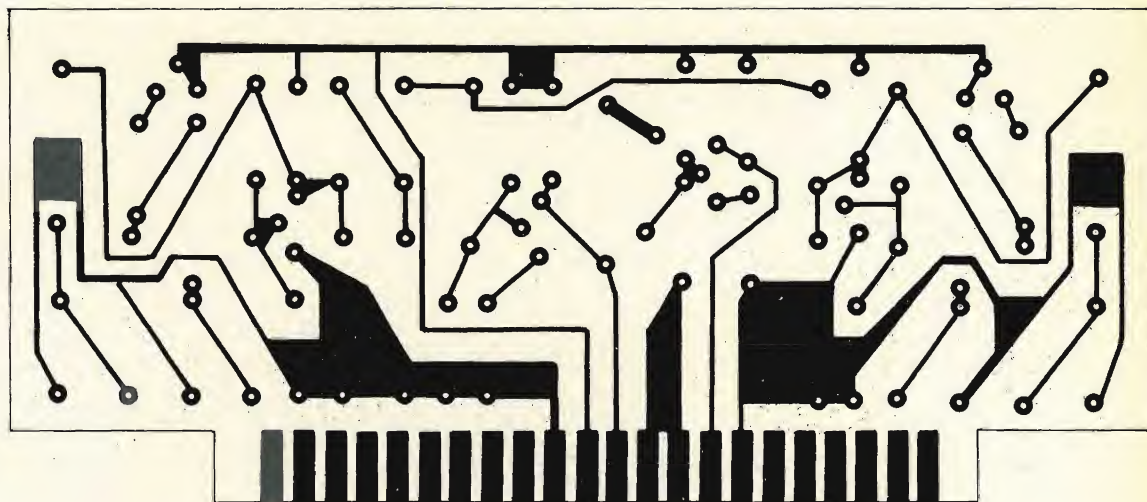
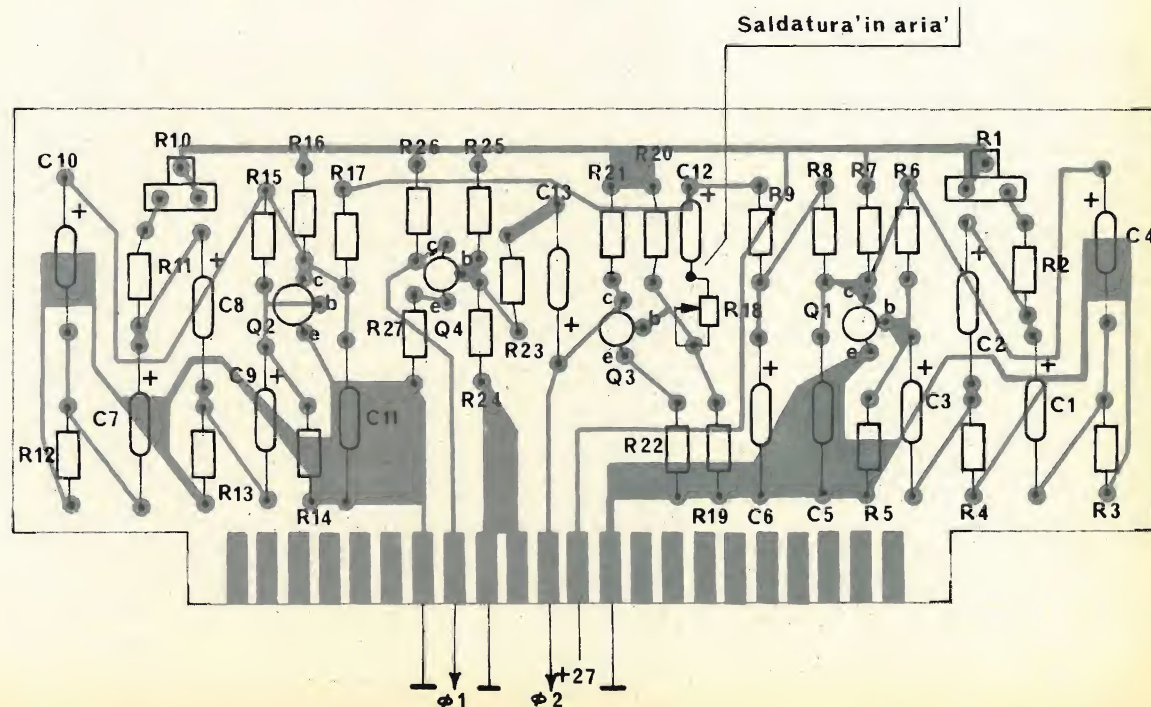

Fig. 7 - Circuito stampato visto dal lato rame del LFO.
Fig. 8 - Lato componenti dell'LFO pseudo casuale.
**CABLAGGIO.** Il circuito stampato necessario per l'LFO è riportato in fig. 7 e per esso valgono le solite raccomandazioni. Le disposizioni dei componenti è riportata in fig. 8 e anche qui nel montaggio vanno prese le consuete precauzioni, nella fattispecie il verso di inserzione degli elettrolitici C1, C2, C3, C4, C6, C7, C8, C9, C10, C12, C13 e la corretta disposizione dei reofori di Q1, Q2, Q3, Q4. Tutti i resistori devono essere da 1/2 W, al 5% di tolleranza, mentre i trimmer R1, R10, R18 (tutti da 10 kΩ) è bene siano di buona qualità (PIHER protetti vanno benissimo).